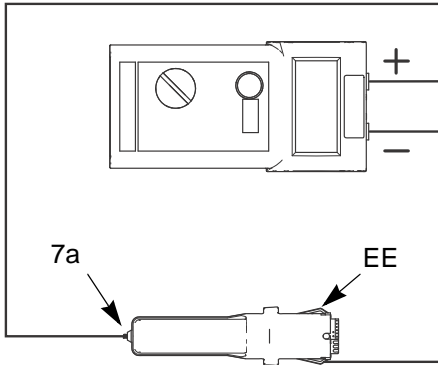

FIG. 15. Güç Kaynağı Direncinin Test Edilmesi
1. Güç kaynağını (7) çıkartın. Bkz. **Güç Kaynağının Çıkartılması ve Değiştirilmesi**, sayfa 33.
2. Türbini (8) güç kaynağından ayırın. Bkz. **Türbini Çıkarma ve Değiştirme**, sayfa 34.
3. Güç kaynağının topraklama şeritleri (EE) ile yay (7a) arasındaki direnci ölçün. Direnç, 85kV tabanlar için 130-160 megaohm olmalıdır. Bkz. FIGURE 15.